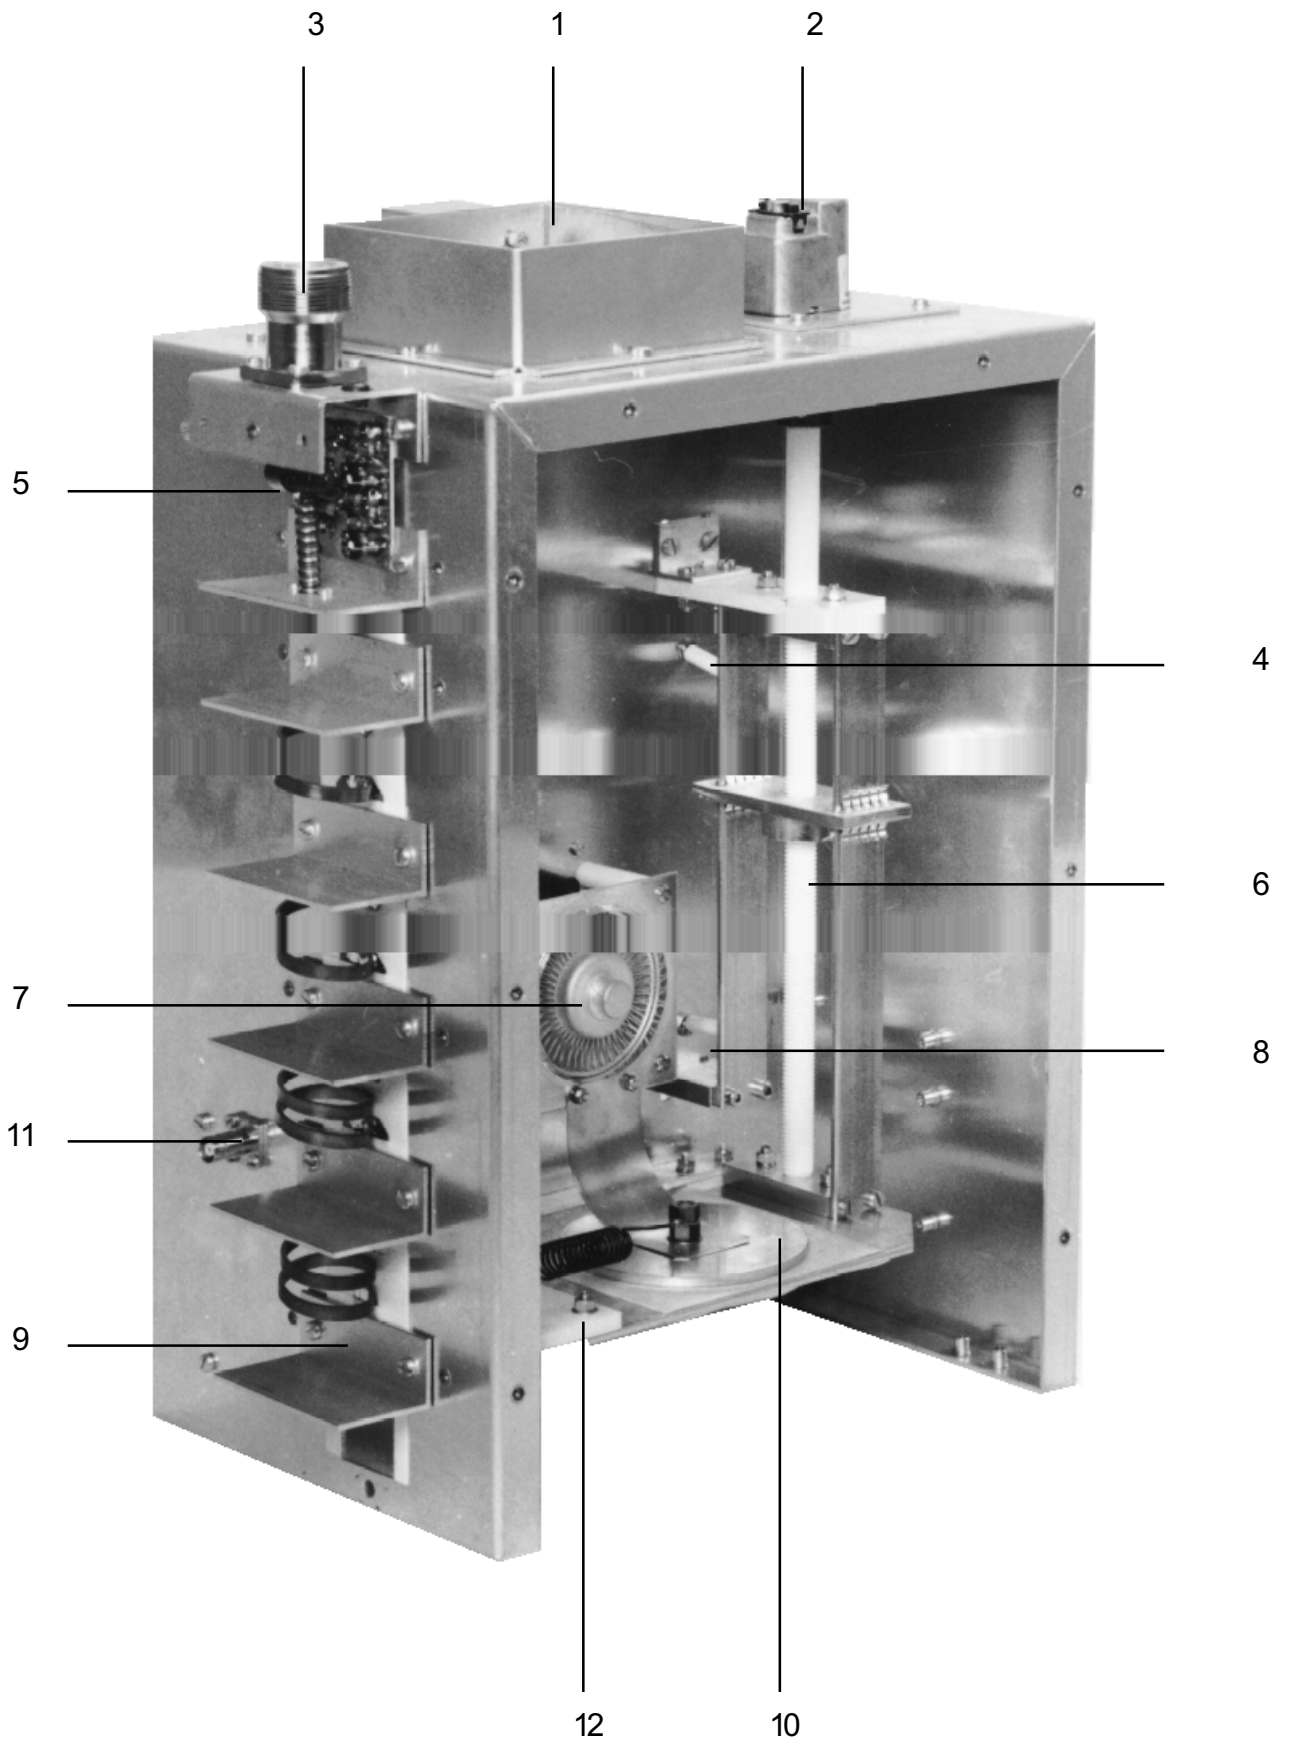

**FIG. 2**
**DESCRIZIONE DELLA VISTA DEL PIANO ALIMENTATORE (FIG. 2)****VERSIONE SINGOLA FASE**